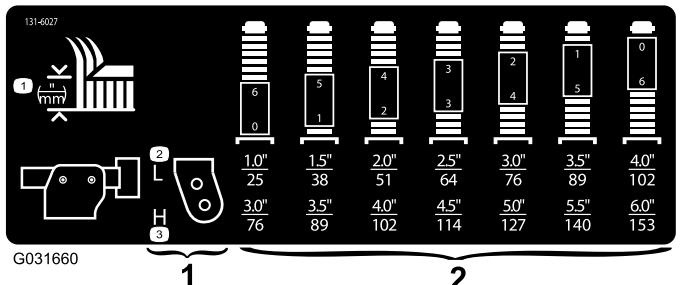

Рисунок 16
3. Поместите оси поворотных колес в одинаковые отверстия во всех поворотных вилках; для определения соответствия отверстий и высоты скашивания см. таблицу (Рисунок 16).
- Примечание:** Для определения правильных комбинаций проставок в зависимости от настройки высоты скашивания см. таблицу (Рисунок 16).